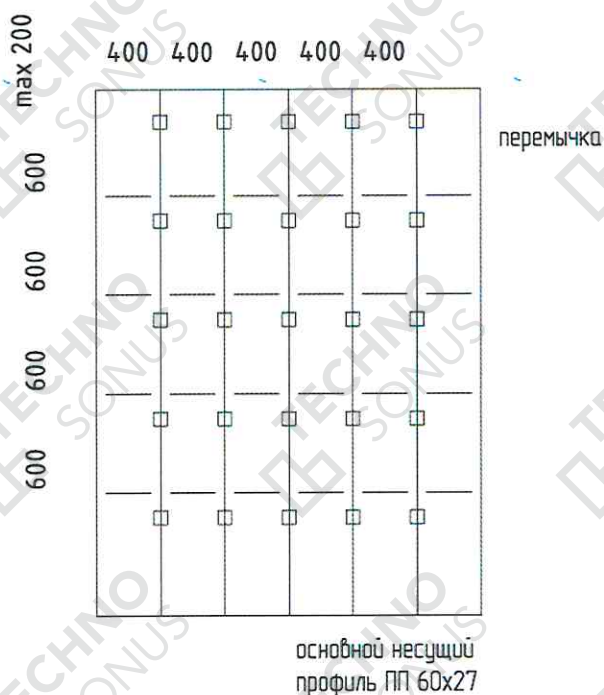

Рисунок 21 - Схема расположения виброподвесов
6.4. В соответствии с разметкой крепим на изолируемую поверхность виброподвесы Сонокреп Протектор/Протектор PRO с помощью фиксирующих крепежных элементов (фиксирующие крепежные элементы подбираются самостоятельно в зависимости от состава изолируемого основания, функциональности помещения и требований к безопасности). Виброподвесы устанавливаются с шагом 400 мм от длинной или короткой стены (для несущих профилей). Первый виброподвес устанавливается на расстоянии не более 200 мм по несущему профилю (координаты от угла 200x400). Далее виброподвесы устанавливаются с шагом 600 мм по несущему профилю. На перемычки виброподвесы не устанавливаются (смотри рисунок 21).